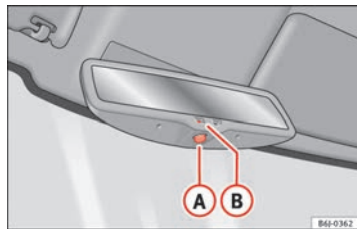

Abb. 83 Automatisch abblendbarer Innenspiegel
- Drücken Sie die Taste **A** ⇒ Abb. 83. Die Kontrollleuchte **B** erlischt.
- Drücken Sie die Taste **A** ⇒ Abb. 83. Die Kontrollleuchte leuchtet auf.